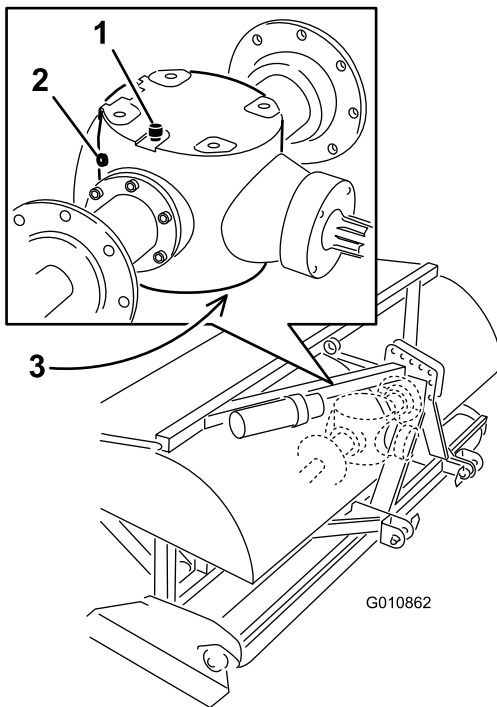

Bild 32
2. Entfernen Sie die Prüfschraube vom Getriebe (Bild 32).
3. Stellen Sie sicher, dass der Ölstand die Unterseite der Prüfschraube im Getriebe erreicht (Bild 32).
1. Wischen Sie Rückstände von der Entlüftungs-/Füllschraube und der Ablassschraube ab, um eine Verunreinigung zu vermeiden (Bild 32).